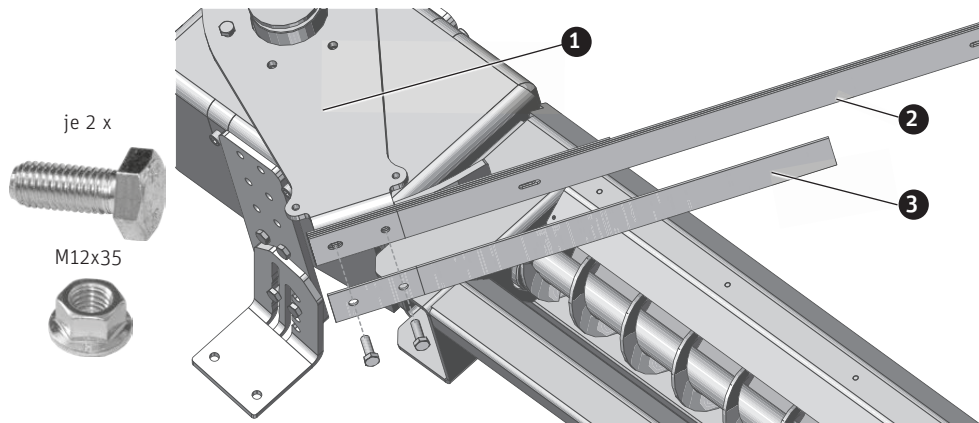
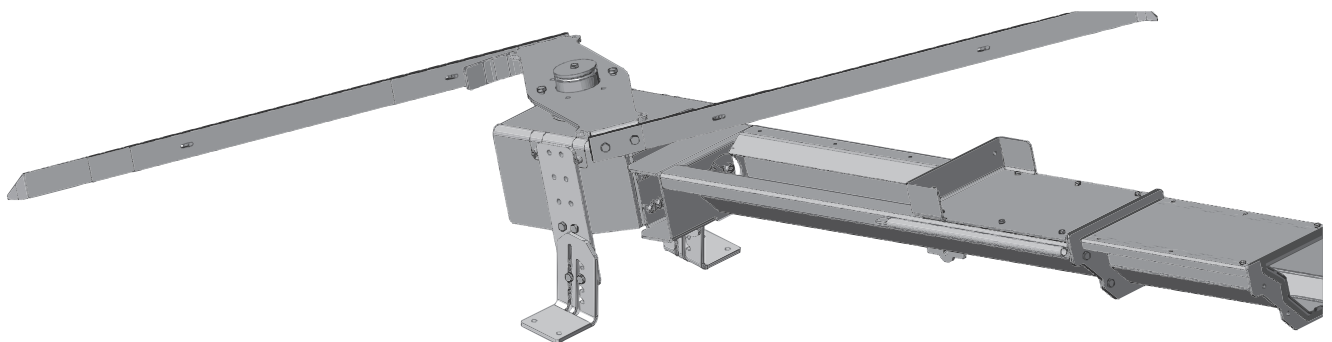

Fig. 132 Blattfeder montieren, auf einer Seite außen die kurze Ausräumfeder mitschrauben
Fig. 133 2 Blattfeder montiert
- ▶ Blattfedern mit je 2 Stk. Sechskantschrauben M12x35 anschrauben. Die kurze Ausräumfeder wird bei Rührwerken bis 2 m Durchmesser auf einer Seite außen mit der Blattfeder mitgeschraubt – Fig. 132, Fig. 133.